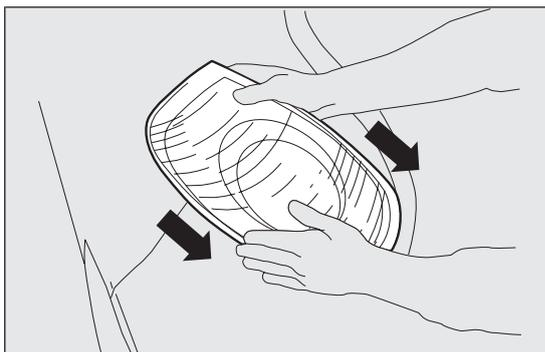

fig. 166
- ❑ retirar el grupo óptico extrayéndolo con las dos manos en el sentido que indican las flechas fig. 166;